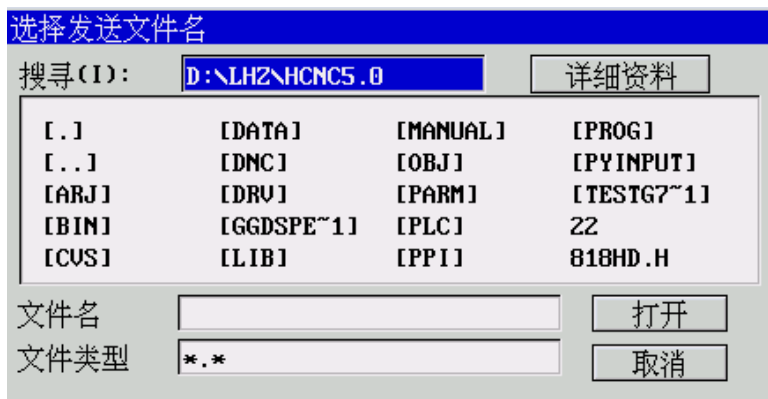
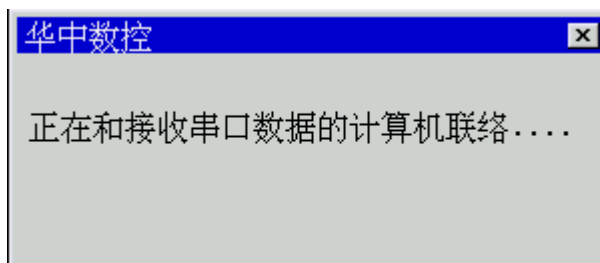

图 7.9.1 选择发送文件名
图 7.9.2 提示正与 NC 装置联络
- (6) 按 **Enter** 键, 弹出如图 7.9.1 所示对话框;
- (7) 选择发送路径和文件名;
- (8) 按 **Enter** 键, 弹出如图 7.9.2 所示对话框, 提示 “正在和接收串口数据的计算机联络”;